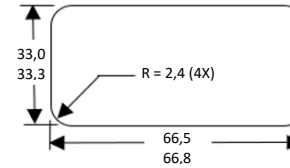

Fig. 1
- Ce module Circuit Guard^{MD} est classé Type 3R (étanche à la pluie) s'il est monté selon les directives qui suivent dans un boîtier, une boîte murale avec couvercle ou plaque murale ou un panneau homologué Type 3R ou pour endroits humides ou mouillés. Lorsque ce module Circuit Guard^{MD} est monté sur un panneau hors série en remplacement d'une plaque murale ou d'un couvercle DDFT standard, les dimensions de l'ouverture à pratiquer pour la face du module Circuit Guard^{MD} sont données en millimètres à la **Figure 1**.